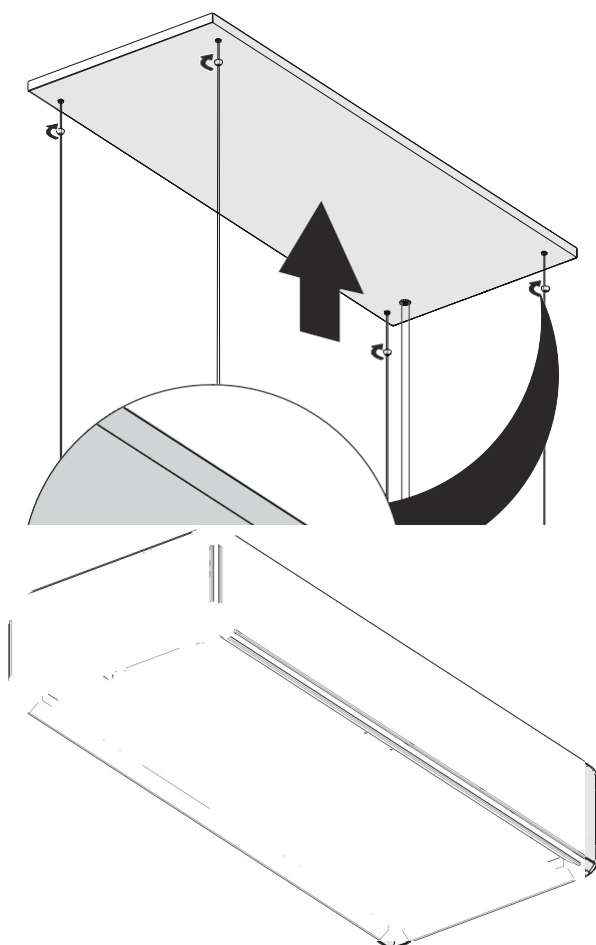

Fig. 28
9.  Tryck det dekorativa locket i rätt riktning mot pilen. Dra åt låsmuttrarna manuellt (Fig. 28).